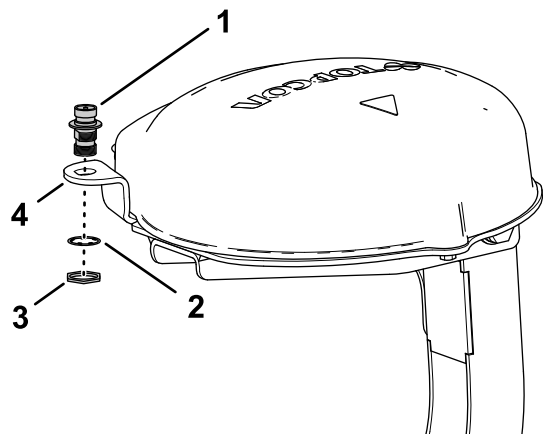

Figura 159
- Allineate l'accoppiatore coassiale attraverso l'apertura nella flangia dell'antenna RTK con i filetti del diaframma dell'accoppiatore verso il basso (Figura 159).
- Montate l'accoppiatore coassiale sulla flangia della piastra del ricevitore con la rondella di bloccaggio e il controdado e serrate il controdado manualmente (Figura 159).